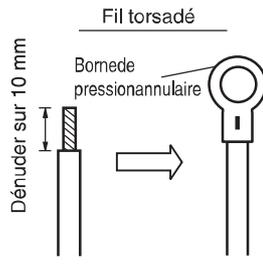
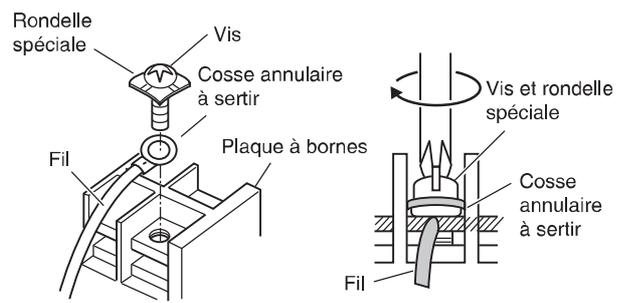

Fig. 4-5
Fig. 4-6
- (1) Couper l'extrémité de câble avec une pince coupante, puis dénuder l'isolant pour exposer le fil torsadé sur environ 10 mm, et bien torsader les brins du fil. (Fig. 4-5)
- (2) En utilisant un tournevis cruciforme, enlever la ou les vis de borne de la plaque à bornes.
- (3) Avec un outil de serrage de connecteur à anneau ou une pince, serrer chaque extrémité de câble dénudée avec une borne de pression à anneau.
- (4) Placer la borne à anneau de pression, remplacer et serrer la vis de borne enlevée en utilisant un tournevis. (Fig. 4-6)